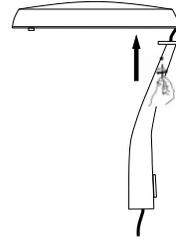

Figura 1.
1. Fije el brazo al cuerpo del luminario utilizando los dos tornillos de montaje y la llave Allen incluida, pasando el cable de conexión por dentro del brazo, como se muestra en la figura 1.